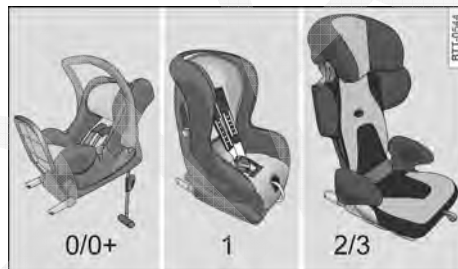

Fig. 24 Exemplo de representação de cadeiras de criança.
- **Classe de peso 0/0+:** do nascimento até a idade de aproximadamente 18 meses, os bebês-conforto voltados para trás → Fig. 24 do grupo 0/0+ ou 0/1 são os mais adequados.